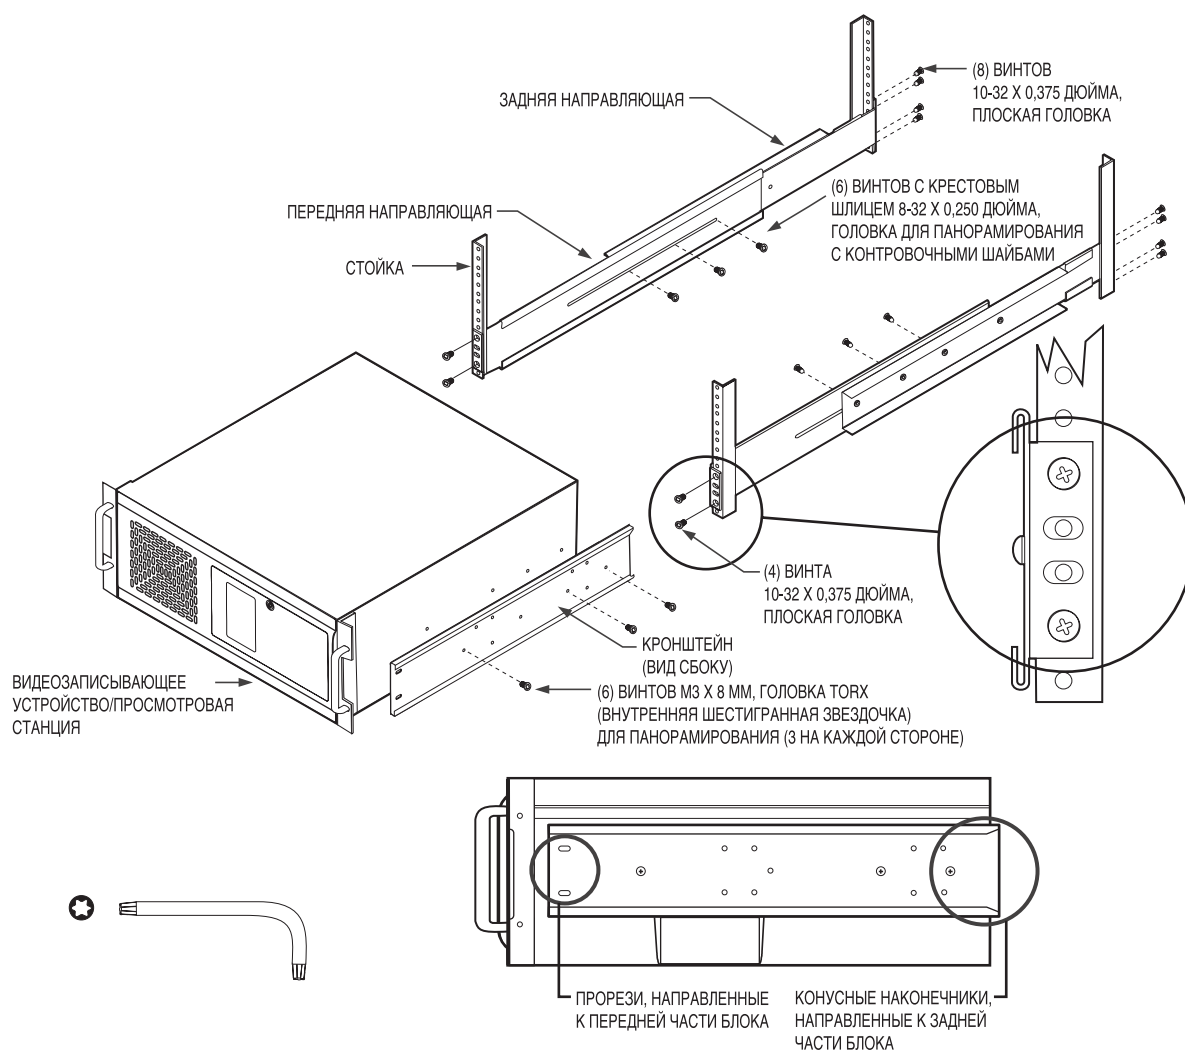

Рисунок 6. Инсталляция в стойку
4. Используя остальные шесть винтов Torx с панорамной головкой М3 х 8 мм, прикрепите два кронштейна шасси к левой и правой сторонам блока. См. Рисунок 6.